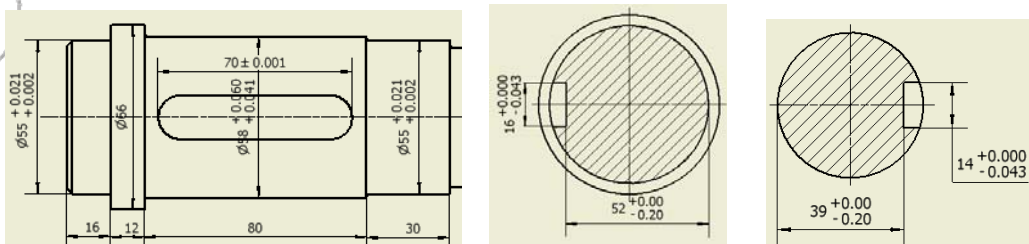

图 12-22 标注键槽尺寸
③为键槽特征标注尺寸。键槽特征需要三个尺寸来进行定义，即长度、宽度和深度。可以在主视图上标注长度，在剖视图上标注宽度和深度，如图 12-22 所示。